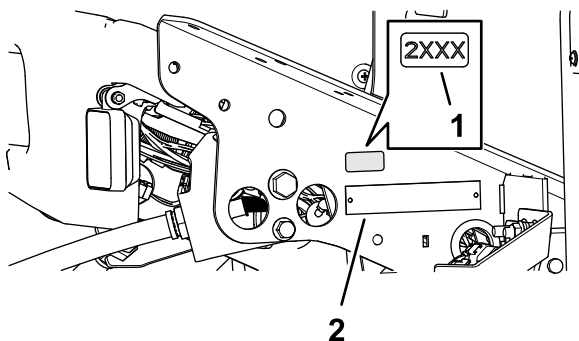

Figura 7
1. Utilize álcool e um pano limpo para limpar a área do suporte do piso junto à placa do número de série e deixe secar o suporte (Figura 7